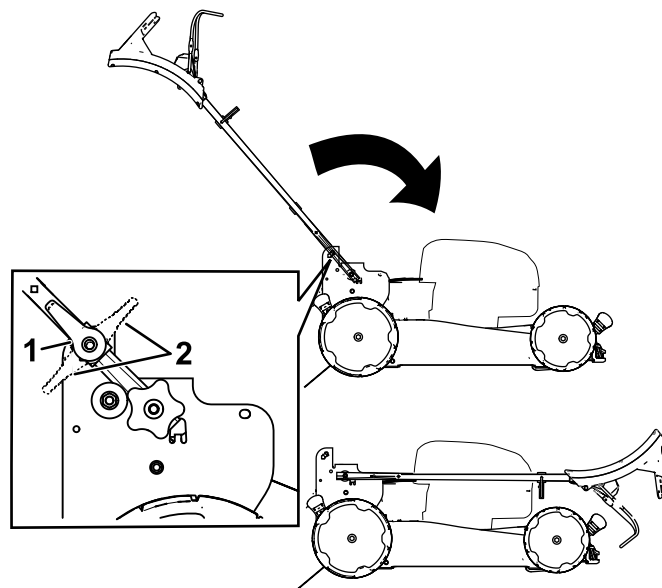

Figura 23
2. Desengate os bloqueios da pega (Figura 23).
3. Dobre a pega totalmente para a frente (Figura 23).